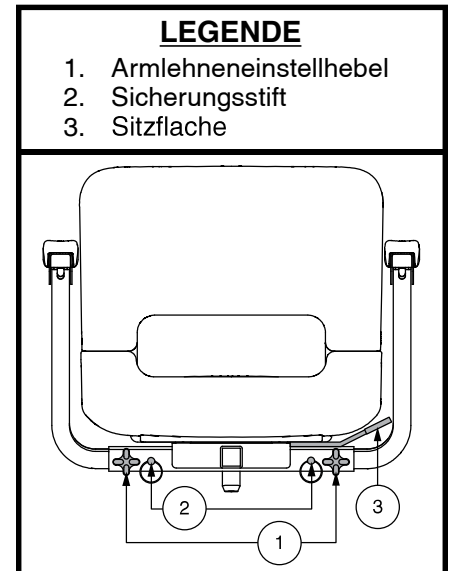

Abb. 25. Sitzeinstellungen
Siehe Abb. 25.
1. Lösen Sie die Armlehneinstellhebel. Siehe Abb. 25.